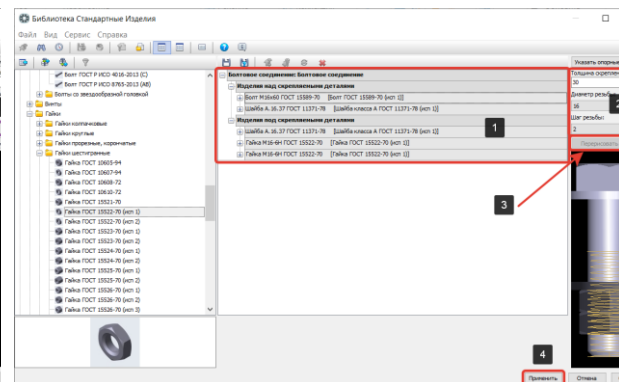
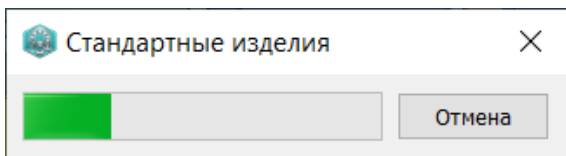

Рисунок 356 – Представление крепежного соединения
Рисунок 357 - Процесс простановки крепежа
- После того как конфигурация крепежного соединения заполнена и указан общий шаг резьбы (1), задана толщина скрепляемого пакета и определен диаметр резьбы (2), нажмем кнопку Показать модель (3), что отобразит графическое представление крепежного соединения (Рисунок 356);
- Если все верно нажмем кнопку Применить (4) (Рисунок 356);
После того как будет нажата кнопка Применить (4) (Рисунок 356) КОМПАС-3D запустит процесс простановки крепежа (Рисунок 357) с параметрами, заданными при заполнении конфигурации крепежного соединения (1) (Рисунок 356).